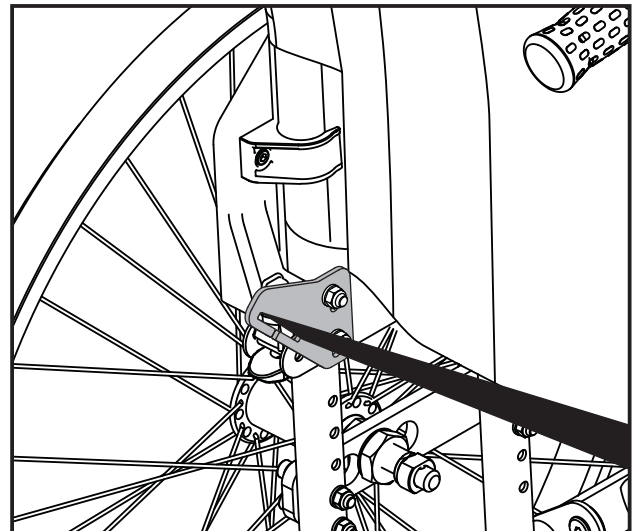

Abbildung 34
- Montieren Sie die Befestigungswinkel, wie es in Abbildung 34 dargestellt ist. Befestigen Sie sie entweder mit den Schrauben, die sie entfernt haben, oder verwenden Sie die Schrauben, die mit Befestigungswinkeln geliefert wurden.